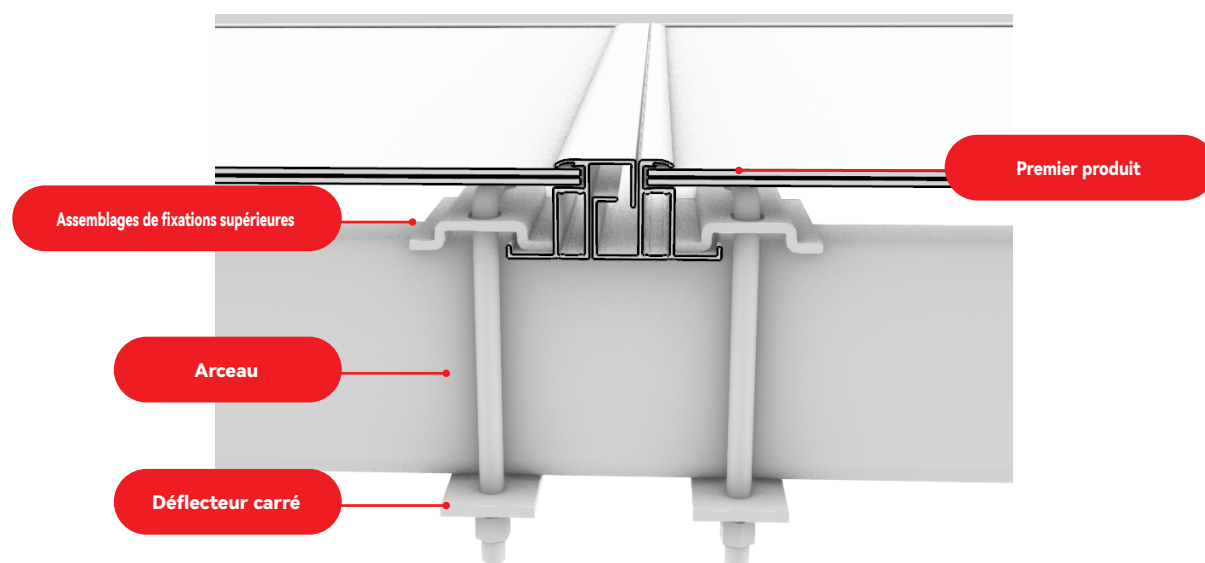

FIGURE 16
⑨ Installez les fixations supérieures sur le côté droit de la partie supérieure du produit, et le dessin en coupe est illustré à la figure 16.